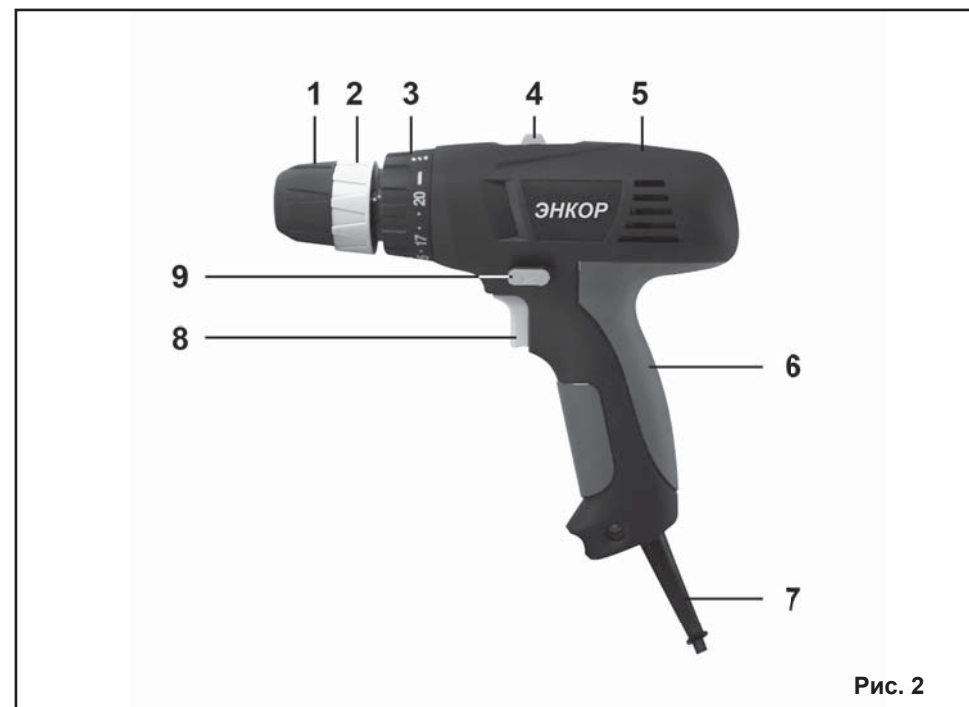

Рис. 2
Устройство машины представлено на Рис.2.
7.1. Установка инструмента или оснастки в сверлильный патрон (Рис.2).
7.2. Переключение направления вращения сверлильного патрона (Рис.2).